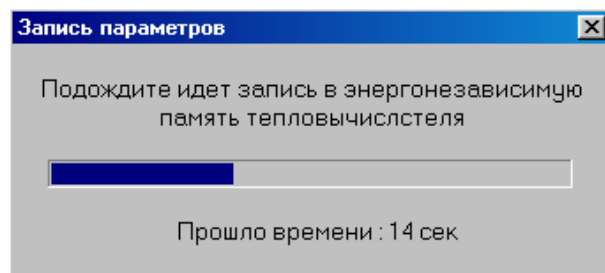

Рис.4.8. Окно записи параметров
Процесс записи параметров настройки в память тепловычислителя отображается в окне записи параметров, рис.4.8. После завершения записи параметров настройки на экране монитора должно появиться сообщение. Для продолжения работы с программой нажмите клавишу "Далее".
4.3.6.2. В окне "Архив" выберите последовательно название узла учета, название прибора в узле учета и наименование параметра. Нажмите клавишу "Записать", затем подтвердите требование на запись. Выбранный список параметров будет записан в тепловычислитель. При необходимости записи всех параметров настройки нажмите клавишу "Записать все". Процесс записи отображается в окне записи параметров см.рис.4.8.